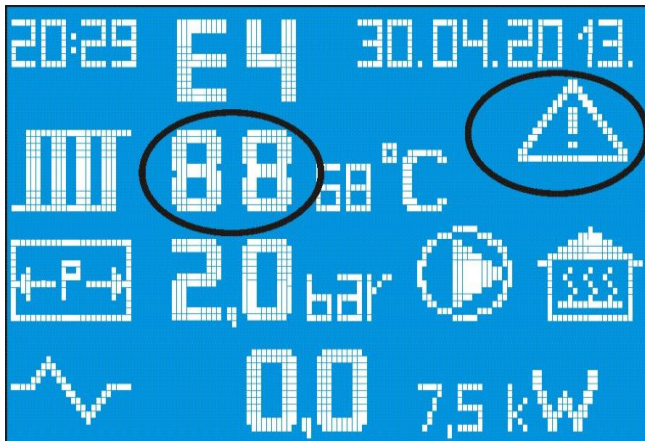

Figura 14: Paralajmërimet që kanë të bëjnë me temperature
- Kur temperatura në sistem është më e ulët se 5 °C ose më e lartë se 80 °C, fillon të vëzhgojë vlera aktuale e temperaturës, paraqitet shenja e trekëndëshit të paralajmërimit e cila vazhdimisht vëzhgon dhe shenjat e kodit të paralajmërimit (Figura 14).